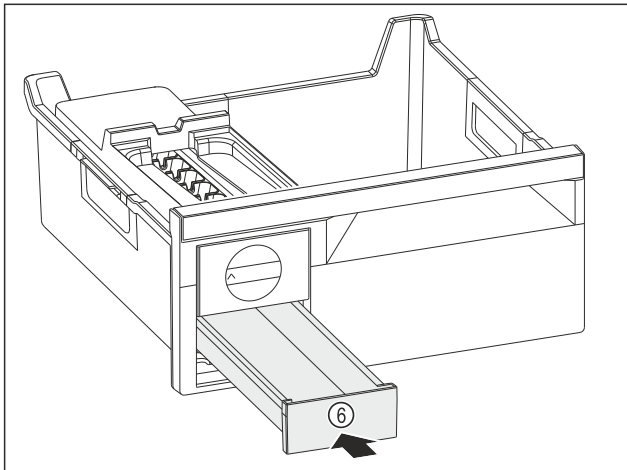

Fig. 110
- Shtyni brenda sirtarin e kubave të akullit Fig. 110 (6).